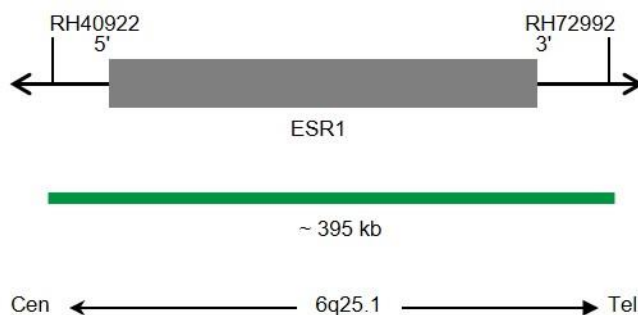

Fig. 1: SPEC ESR1 Mapa da sonda (sem escala)
- Polinucleótidos (~10 ng/ μ l) com marcação ZyGreen (excitação 503 nm/emissão 528 nm), dirigidos ao mapeamento de sequências alvo em 6q25.1* (chr6:152,083,365-152,478,947) contendo o gene ESR1 (ver Fig. 1).